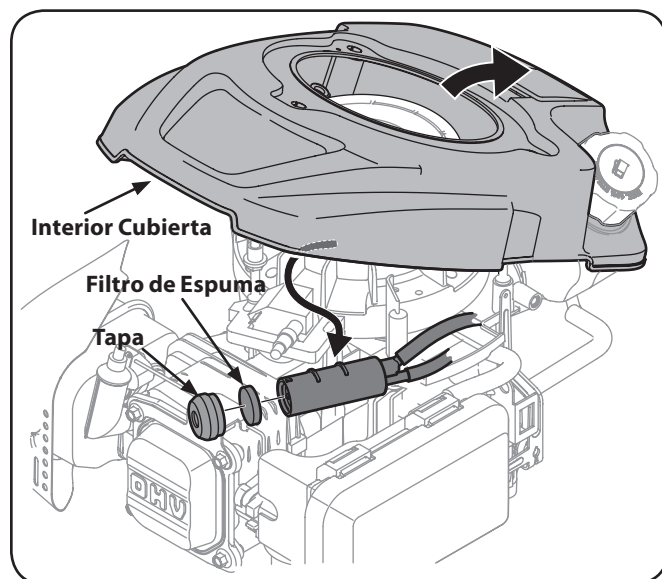

Figura 6-4
2. Levante interior cubierta de motor y tire con cuidado montaje caja del filtro de carbono de bajo cubierta, como se muestra en la Figura 6-4.
3. Retire la tapa del extremo del cartucho y tire el filtro de espuma y vuelta desde el interior del conjunto. Vea la Figura 6-4. Limpie o reemplace el elemento cuando está dañado.